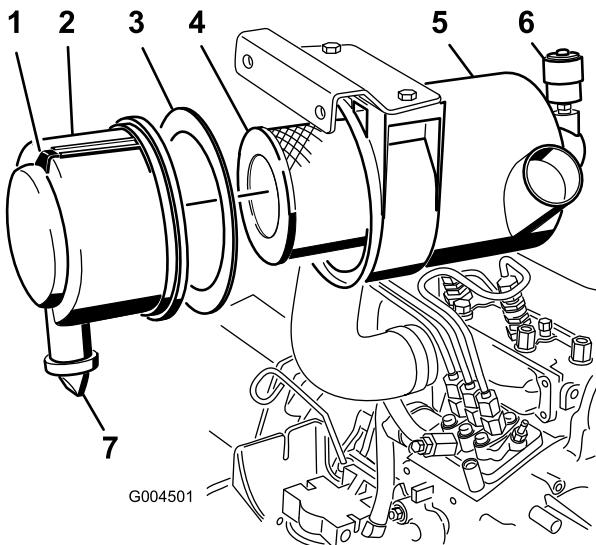

Figura 41
- Effettuate la manutenzione dell'elemento filtrante quando la spia (Figura 41) diventa rossa, oppure ogni 400 ore (più spesso in condizioni estreme di polvere o morchia). Non eccedere nella revisione del filtro dell'aria.
- Tirate il fermo verso l'esterno e ruotate il coperchio del filtro in senso antiorario (Figura 41).
- Togliete il coperchio dal corpo del filtro dell'aria (Figura 41).
- Togliete il filtro primario e sostituitelo (Figura 41).
- Verificate che la guarnizione in schiuma sintetica sia stata montata nel coperchio e che non sia strappata o danneggiata (Figura 41).
- Togliete la valvola di uscita in gomma dal coperchio (Figura 41).
- Se la spia è rossa, azzerate l'indicatore (Figura 41).